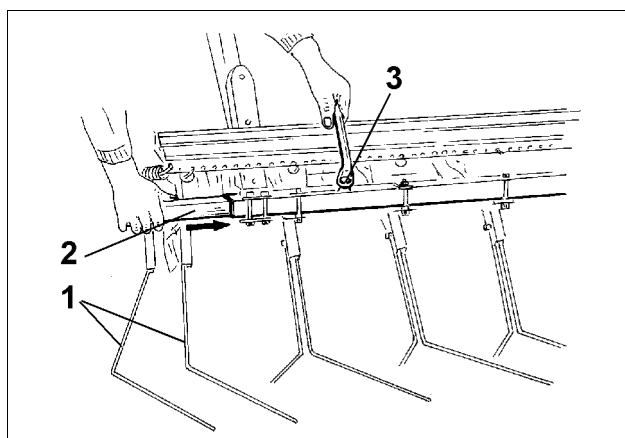

Fig. 81
- Yderste strigleelement (Fig. 81/1) indstilles således, at jorden føres tilbage, således at man opnår et såbed uden spor.
- Jo højere, kørehastigheden er, desto længere skal firkantrøret (Fig. 81/2) justeres udad.
- Firkantrørene med de yderste strigleelementer sikres i arbejdspositionen ved hjælp af klemskruer (Fig. 81/3).